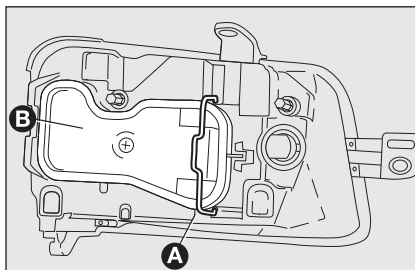

fig. 21
- ☐ desenganche el muelle de fijación de la lámpara **A-fig. 21** y saque la tapa **B**;
- ☐ desenganche el muelle de fijación **A-fig. 21** y saque la tapa **B**;
- ☐ desenganche el muelle de fijación **A**-fig. 21 y saque la tapa **B**;